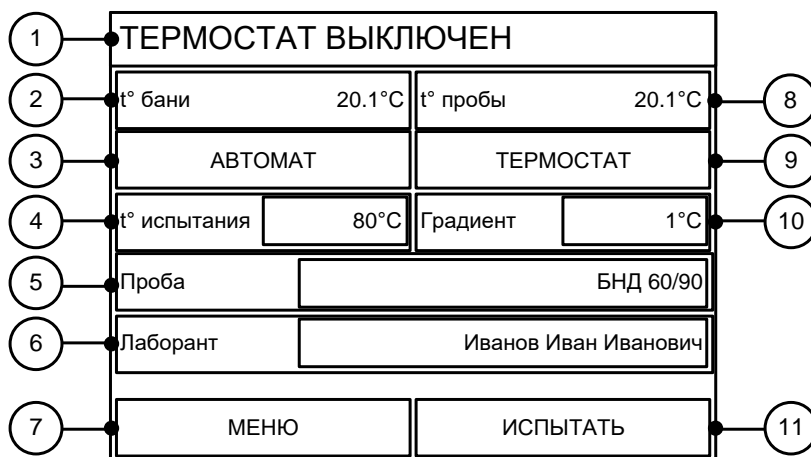

Рисунок 8 - Окно ожидания
3.3.2 Через 10 секунд или по нажатию кнопки **[ПРОДОЛЖИТЬ]** в нижнем правом углу стартового окна на дисплей выводится окно ожидания (см. рисунок 8).